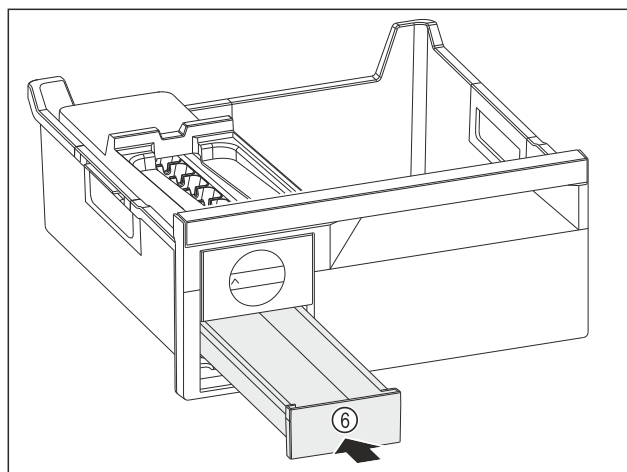

Fig. 110
- ▶ Spingere verso l'interno il cassetto del ghiaccio Fig. 110 (6).